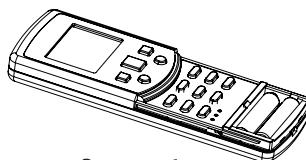

Рисунок 6.
2) Зніміть кришку, яка закриває батарейки (див. Рисунок 6).